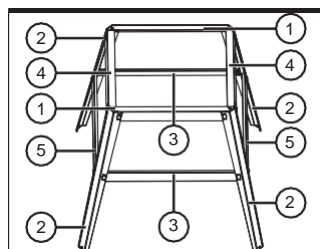

Fig. 4
- Monte la sección del bastidor trasero exactamente de la misma manera. Una los conjuntos de bastidor delantero y trasero a los dos soportes superiores cortos (4) y dos soportes inferiores cortos (5) usando un tornillo, una arandela plana, una arandela de resorte y una tuerca hexagonal (Fig. 4)